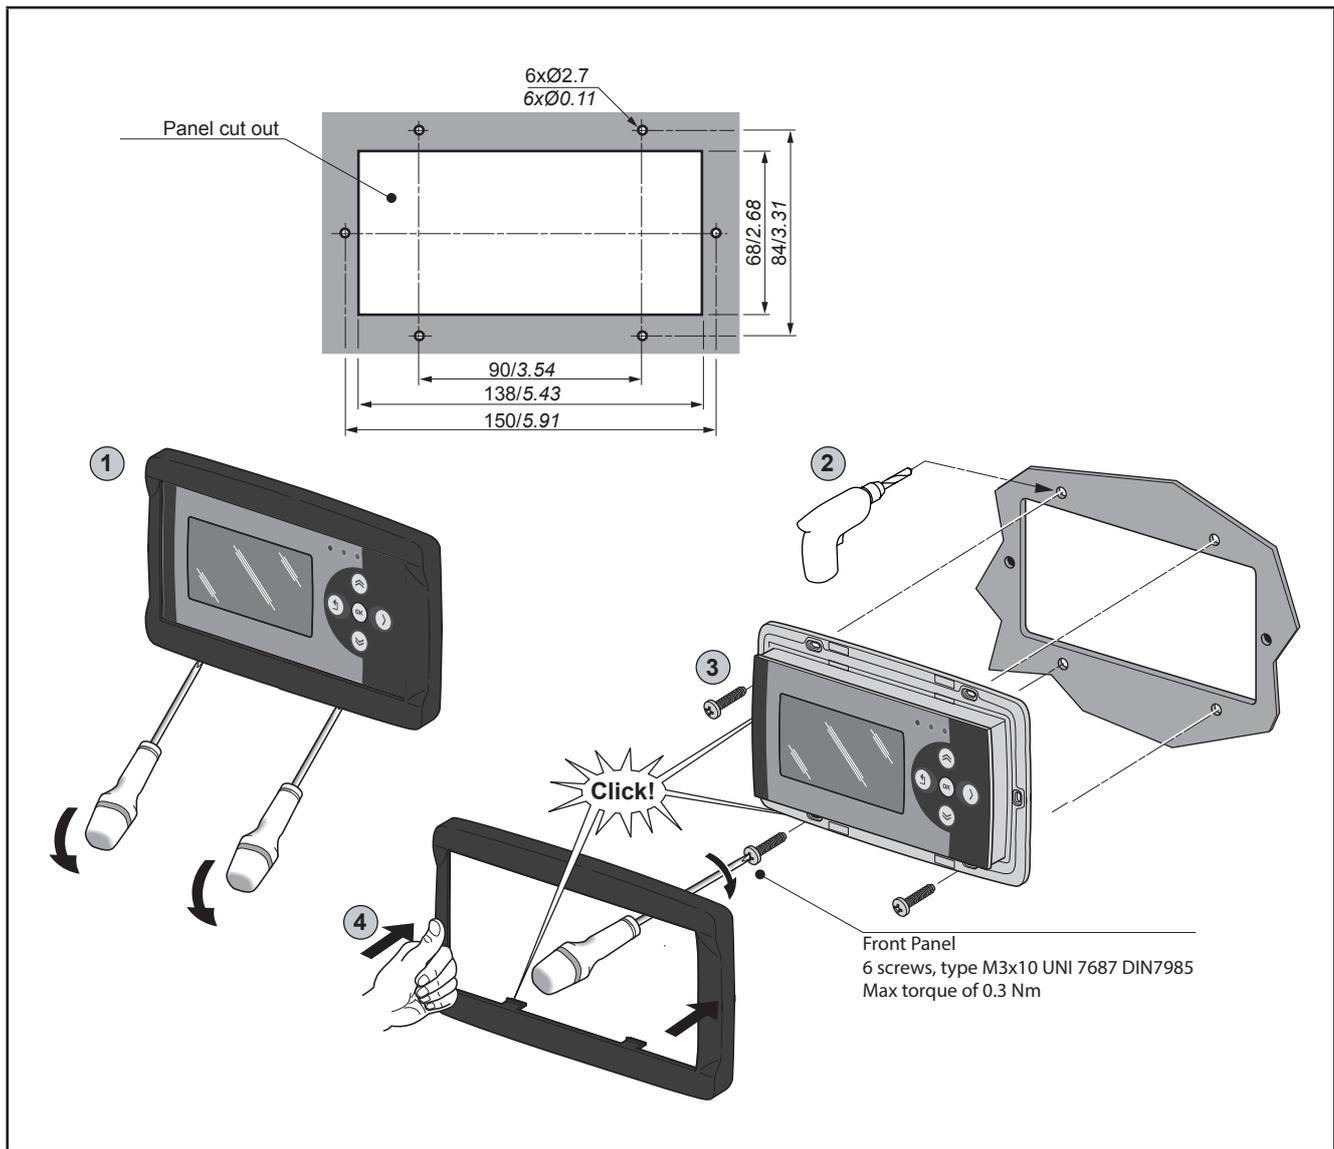
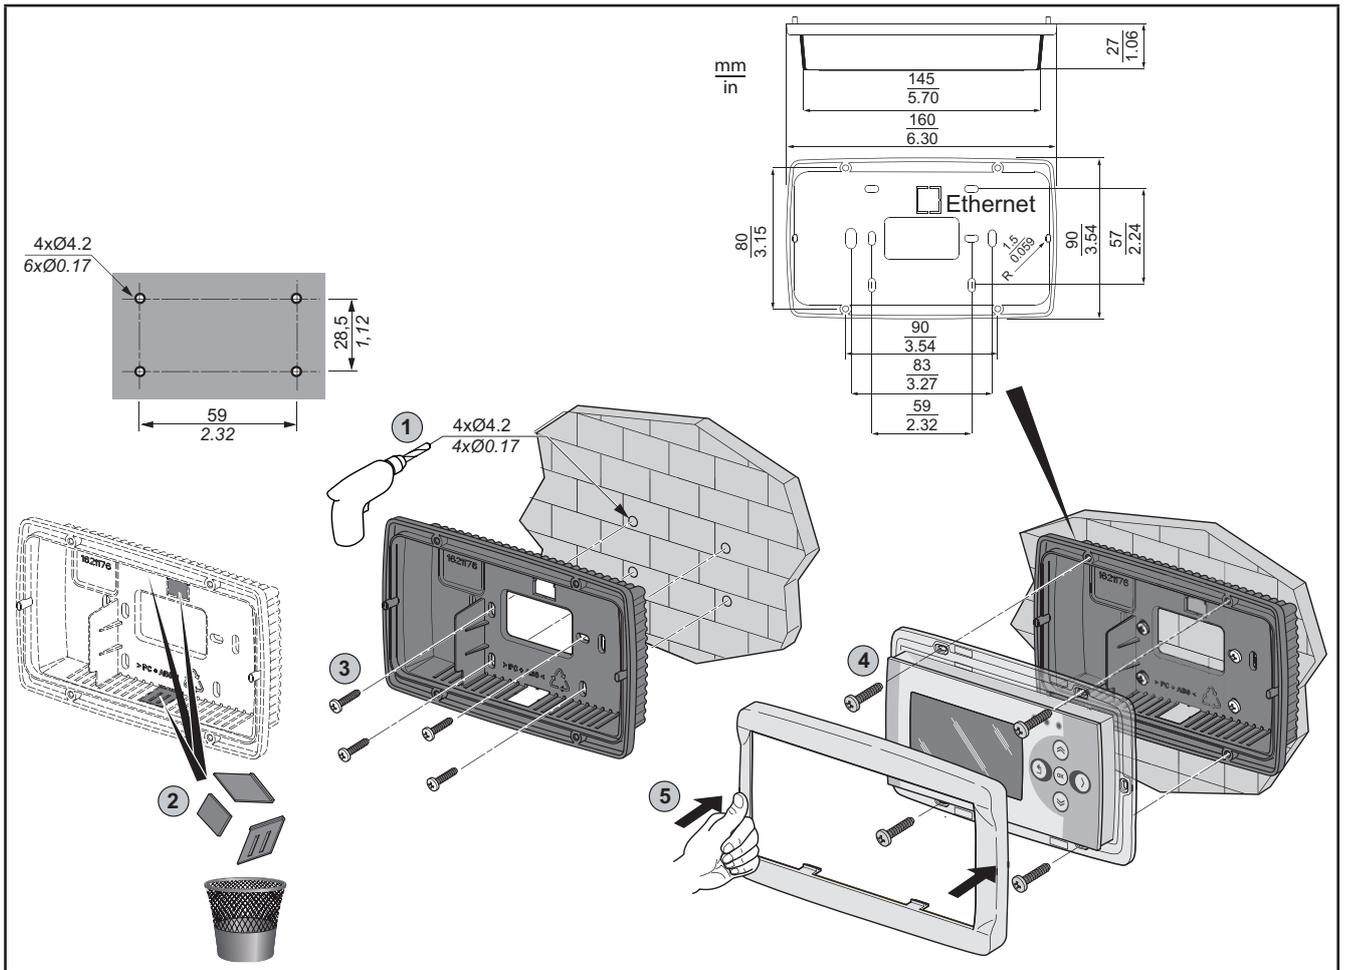

Fig. 16. Montagem do EVK PRO DISPLAY
Fig. 17. Acessórios para montagem na parede
O instrumento foi concebido para uma montagem no painel (consulte a Fig. 16 na pág. 30) ou para montagem na parede (consulte a Fig. 17 na pág. 31) utilizando os devidos acessórios, a encomendar separadamente.
2. Faça 2 ou 4 furos com 2,7 mm (0.11 in) de diâmetro, separados conforme indicado (consulte a Fig. 16 na pág. 30).
O instrumento também foi concebido para uma montagem na parede (consulte a Fig. 17 na pág. 31) utilizando os devidos acessórios, a encomendar separadamente.